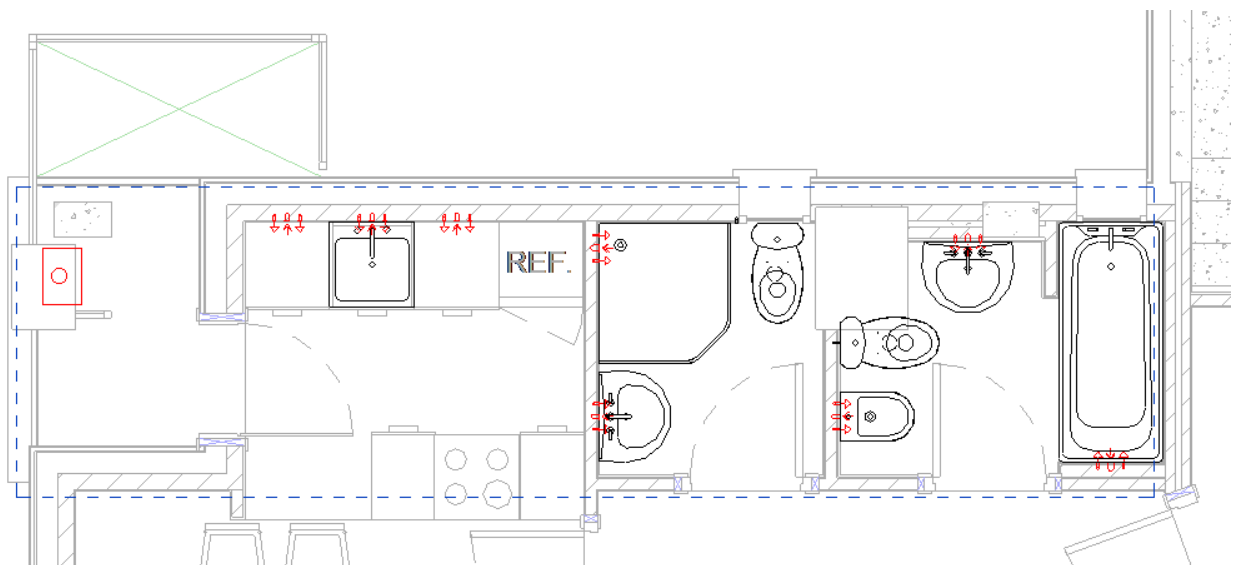

Imagen 4.206: Selección de sistema
- Otra manera de dibujar una red de tuberías, y que es mucho más rápida que la anterior, es haciendo uso del “trazado automático” que nos ofrece Revit. Para dibujar mediante trazados automáticos, tendremos que seleccionar el sistema creado, para ello, nos colocamos sobre uno de los elementos que lo compone, y clicando con el “tabulador”, hasta seleccionar un cuadrado de rayas (como el que podemos ver en la imagen 4.206).